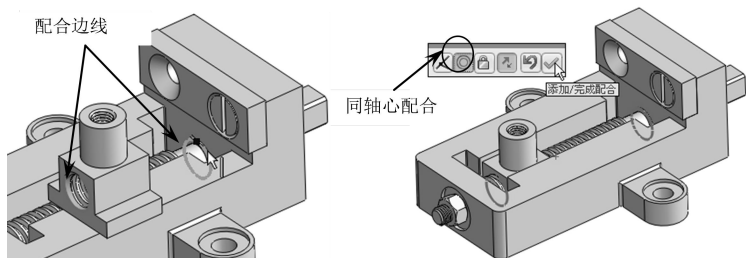

图 7-58 配合方块螺母与丝杠
- 09 接着对方块螺母和钳身使用【同轴心】配合，配合完成的结果如图 7-58 所示。配合完成后，关闭【配合】属性面板。